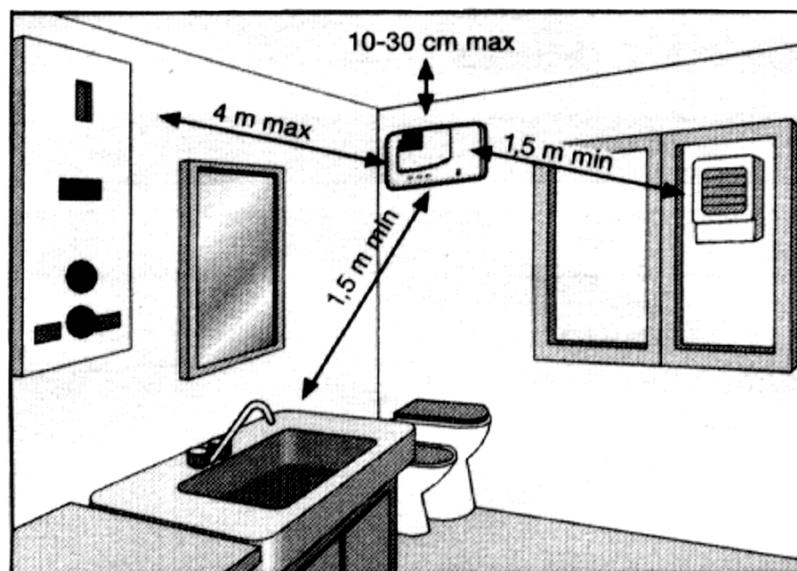

Рис. 1 Схема установки сигнализатора
4.1.5 Сигнализатор должен устанавливаться выше уровня расположения потенциального источника утечки газа, на расстоянии 10,0-30,0 см от потолка. Схема установки сигнализатора приведена на рис. 1.